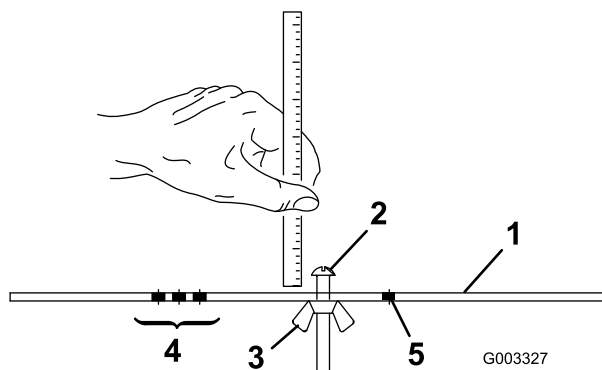

図 15
2. ゲージバー (図 15) のナットをゆるめ、調整ネジを希望の刈り高に合わせる。ネジ頭の下からバーの表面までの距離が刈り高となる。